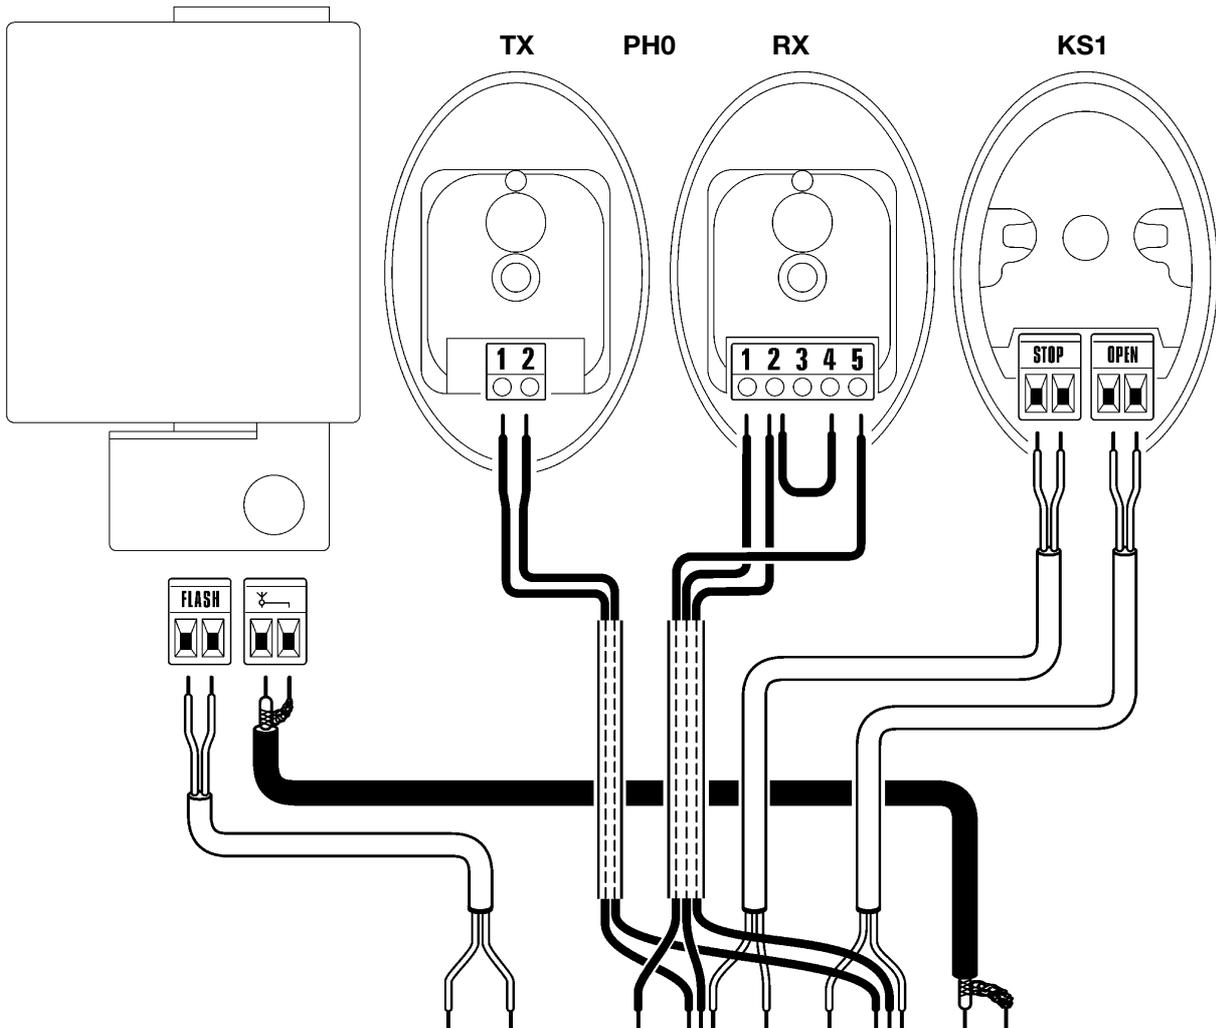

Abbildung 56
4 Auf Abbildung 56 und die Beschreibung der Anschlüsse in Tabelle 6 Bezug nehmen.
- falls die Photozellen PH0 benutzt werden, das Drahtstück zwischen den Klemmen 3 und 7 entfernen und die Anschlüsse wie in Abbildung 56 gezeigt ausführen.
1 Die technischen Unterlagen der Automatisierung zusammenstellen, mit mindestens: Gesamtzeichnung (z.B. Abbildung 1), Schaltplan (z.B. Abbildung 56), Risikoanalyse und jeweilige angewendete Lösungen, Konformitätserklärung des Herstellers für alle benutzten Vorrichtungen. Für GDO die Anlage 1 "CE-Konformitätserklärung der Bestandteile von GDO" verwenden.